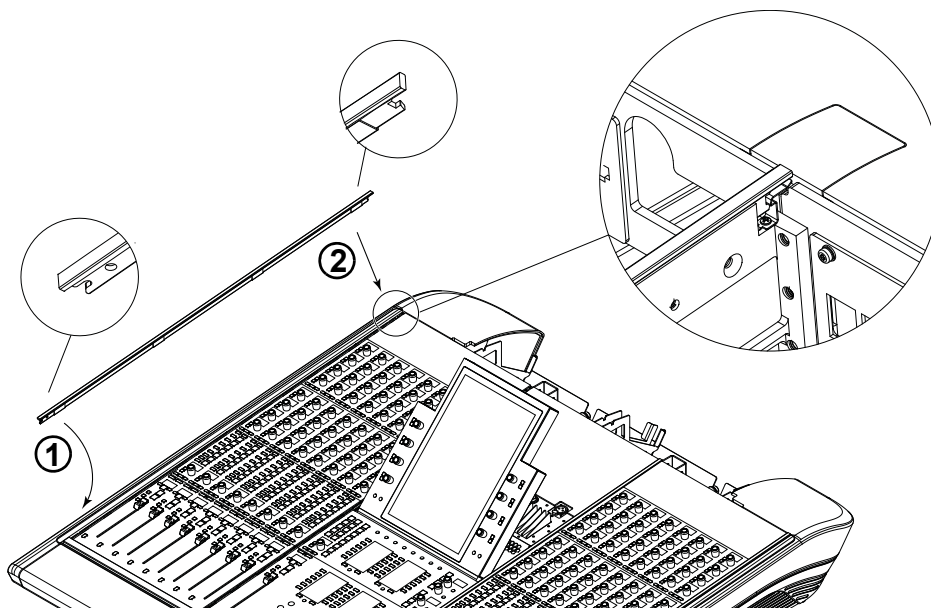

图 39 安装 T 型条
- 2 取出第一个 T 型条并按照图 39 所示设定其方位，然后执行以下操作：